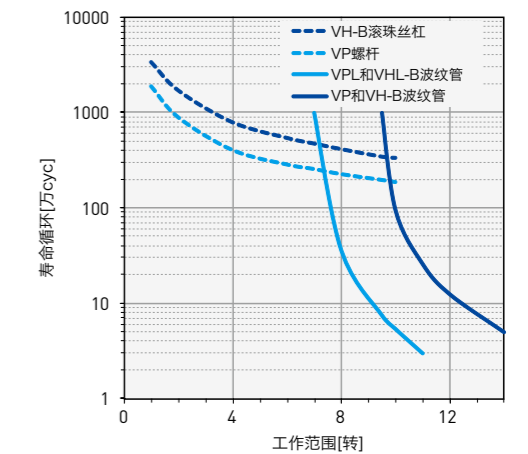

图15. 工作范围-寿命循环特性
(3) 真空可变电容器的寿命
根据 (1) 和 (2), 真空可变电容器的寿命如图15、16所示。